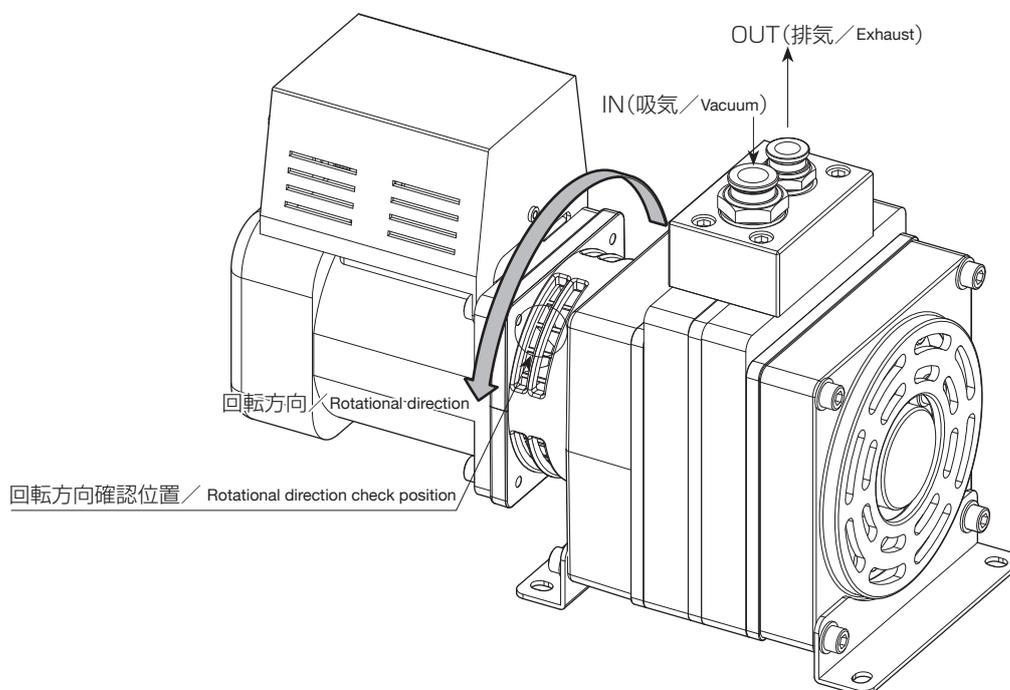

図2：ポンプ回転方向 / Figure-2: Direction of Pump Rotation
6. モータの回転方向は、ポンプ側から見て反時計方向になります。(図2参照)